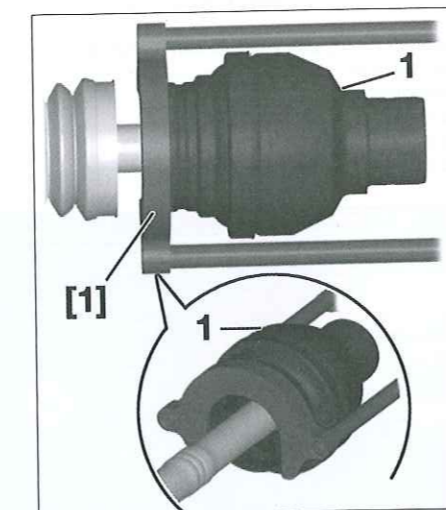

Fig. 12
- Con el útil [1] y el extractor de inercia [2] desencajar del eje de transmisión la junta homocinética (1) (Fig.12).